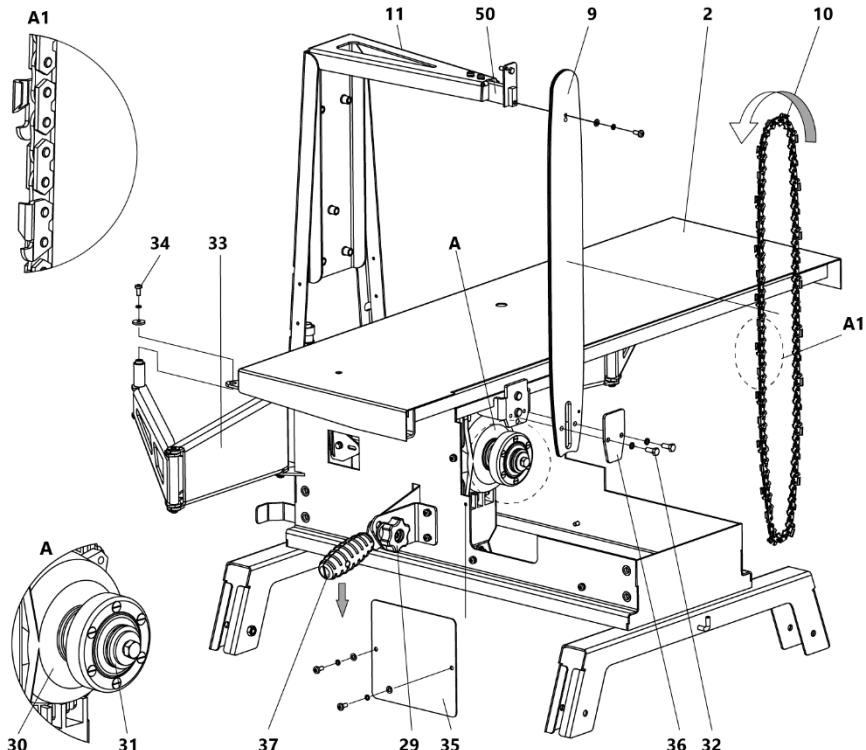

Рисунок 4
Станок представляет собой электромеханическое устройство. В качестве привода используется асинхронный электродвигатель 30 (рис. 4). Вращение от двигателя к режущему инструменту (цепь) передается напрямую. Натяжение цепи осуществляется с помощью ручки 37, перемещая которую происходит подъем/опускание электродвигателя с последующей его фиксацией вручную гайкой-баращком 29.
- Выверните болты 34, приподняв рабочий стол 2, отведите кронштейн 33 в сторону (рис. 4).
- Освободите гайку-барашек 29 крепления двигателя 30 и переместите ручку 37 вниз (по стрелке, рис. 4), тем самым поднимите двигатель вверх.
- произвести демонтаж цепи 10 и шины направляющей 9 (рис. 4, п. 7.1);
Проверка крепления шины направляющей производится подтягиванием болтов 32 (рис. 4).